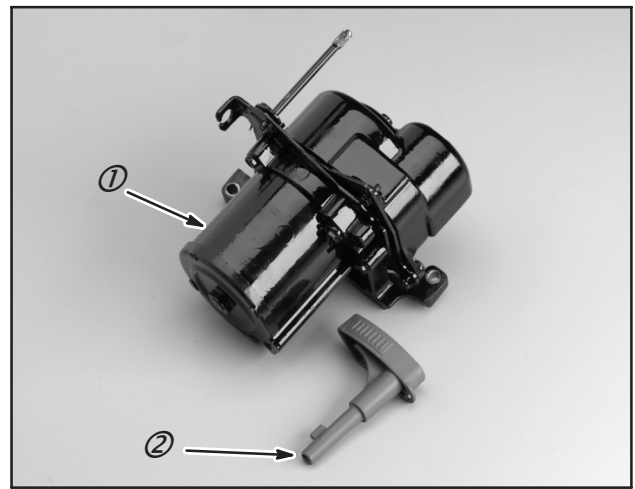

Fig. 65
Pour des raisons de sécurité, le système de démarrage est livré désamorcé. Chaque fois que le système de démarrage est désamorcé, il faut amorcer le Touch-N-Mow™ (1), Fig. 65 avant utilisation.